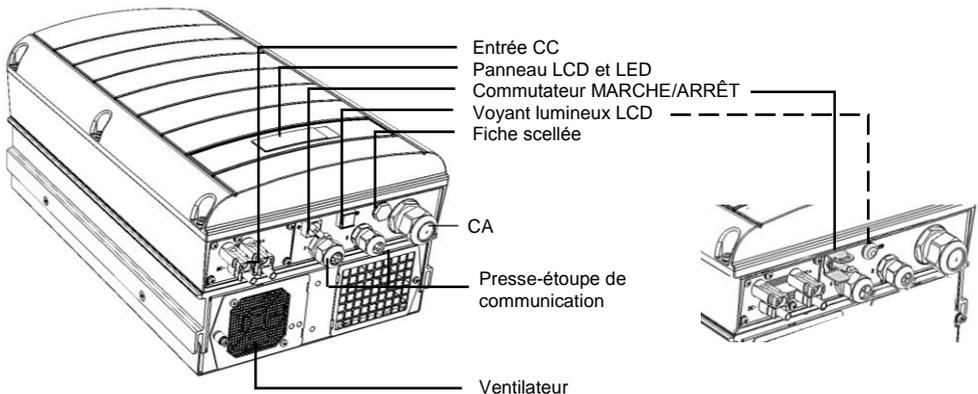

Figure 3 : Connecteurs de l'onduleur (exemple triphasé)
- 4 Ouvrez le presse-étoupe du câble CA et insérez le câble dans le presse-étoupe (voir la Figure 3)